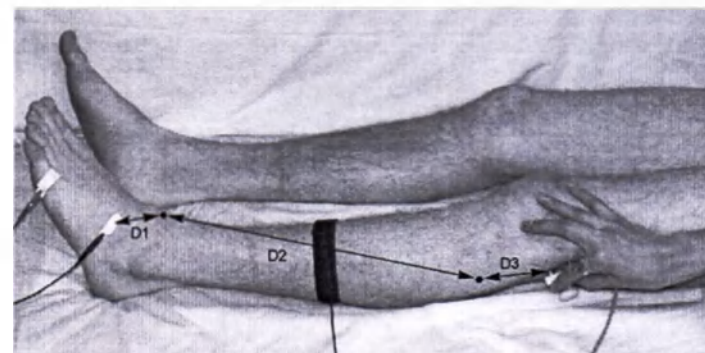

Рис. 85. Измерение расстояния
16. Проведите измерение расстояния последовательно от дистальной точки стимуляции до активного электрода, между точками стимуляции. Точность измерения расстояния — ± 5 мм (рис. 85).